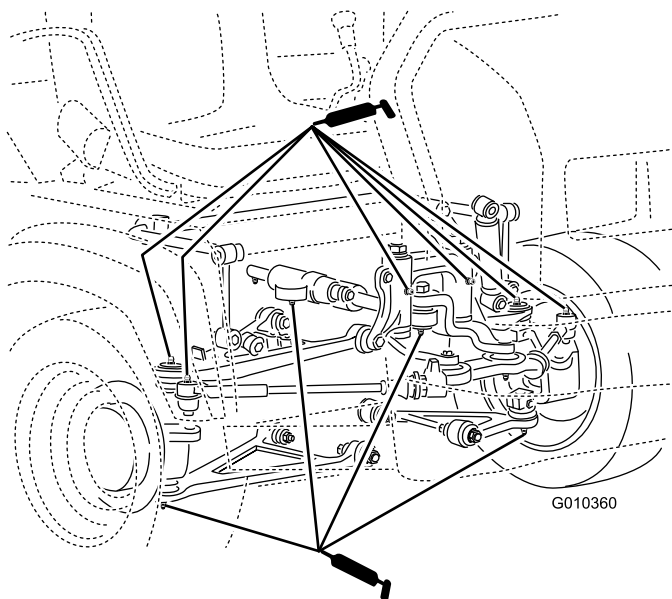

Figura 28
- **Rótulas (4);** consulte Figura 28
- **Barras de ligação (2);** consulte Figura 28
- **Montagens articuladas (2);** consulte Figura 28
- **Cilindro da direção (2);** consulte Figura 28